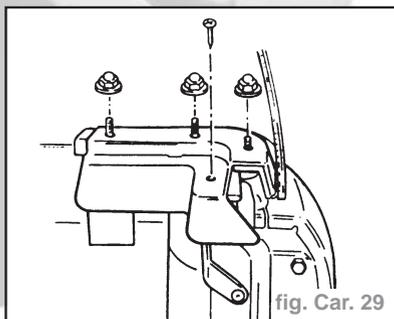

fig. Car. 29
- Reposer le soft-top sur les montants "D" 6 écrous et 2 vis (fig. Car. 29). Serrer les écrous à **0,6 daN.m.**
- les écrous à dôme du haut des montants "D" - 6 écrous (fig. Car. 29).